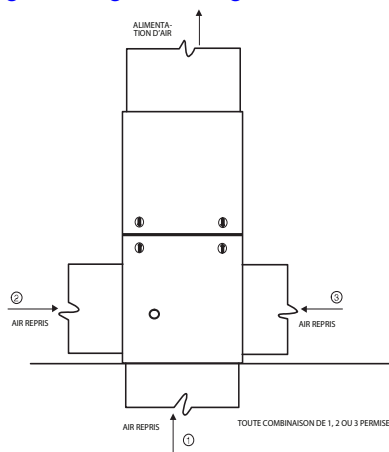
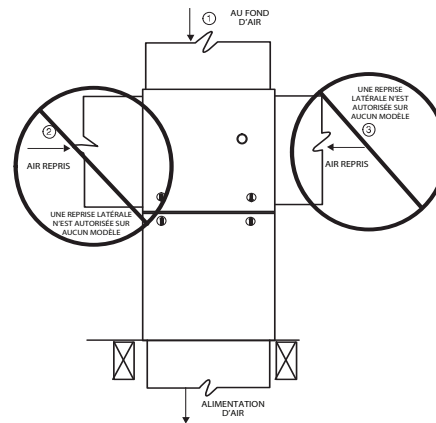

Fig. 21 – Configurations et restrictions de l'air de retour ascendant
Fig. 22 – Configurations et restrictions des conduits de reprise descendant
Le conduit de reprise doit être raccordé au fond, aux côtés (gauche ou droit) ou à une combinaison fond et côté(s) du caisson principal de la chaudière. Consultez la Fig. 21, la Fig. 22 et la Fig. 23.
**REMARQUE:** Les orifices d'air de retour peuvent être employés dans les configurations à tirage ASCENDANT et dans certaines configurations HORIZONTALES. N'utilisez pas les orifices de reprise latéraux pour une configuration à tirage DESCENDANT. Consultez la Fig. 21, la Fig. 22 et la Fig. 23.
Le conduit de retour doit être raccordé à l'orifice de retour (inférieur). Ne coupez PAS les côtés (gauche ou droit) du caisson. Contournez les raccords de l'humidificateur sur les côtés du conduit ou du boîtier de serpentins à l'extérieur de la chaudière. Consultez la Fig. 22.
Pour les installations à conduit de retour latéral ascendant, le boîtier de filtre (ou l'épurateur d'air fourni sur place) peut être installé sur le côté de la chaudière, ou sur le côté et le fond lorsqu'un plénum est utilisé dans la partie inférieure. Consultez la Fig. 26 et la Fig. 21.
Pour les installations à tirage descendant, le boîtier de filtre en option (ou l'épurateur d'air auxiliaire fourni sur place) doit être raccordé à l'ouverture au bas de la chaudière. Consultez la Fig. 26 et la Fig. 22.